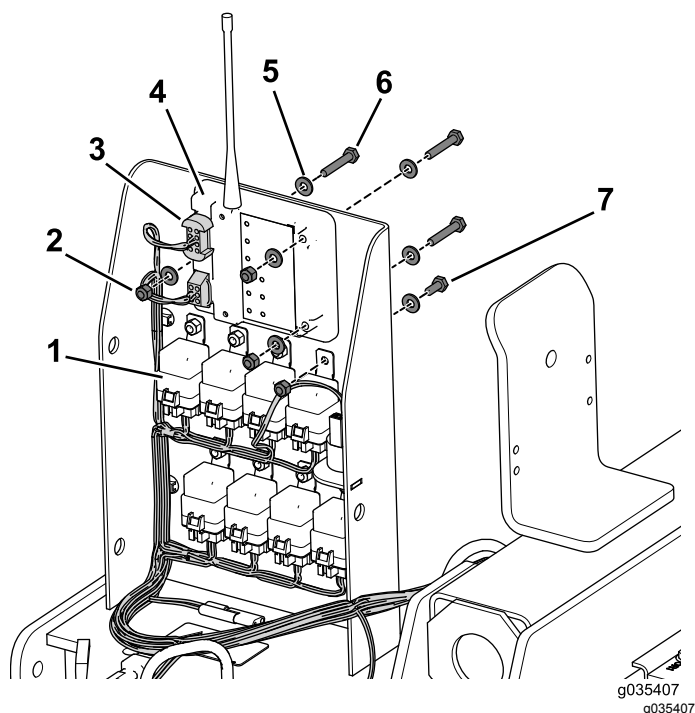

Bild 2
2. Schließen Sie den Kabelbaum von allen Teilen außer dem Relais ab (**Bild 2**).
3. Entfernen Sie alle Befestigungen, mit denen die Teile an der Innenseite des Fachs befestigt sind (**Bild 2**).
4. Entfernen Sie alle Teile außer dem akustischen Alarm vom Fach (**Bild 2**).